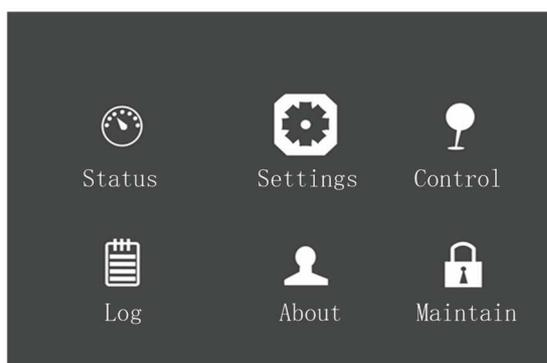

Figura 5-22 Menú principal
1. Una vez que encienda el SAI, acceda al menú principal y pulse la tecla **▲** o **▼** para mover el cursor para seleccionar "Ajustes". Véase la Figura 5-22.